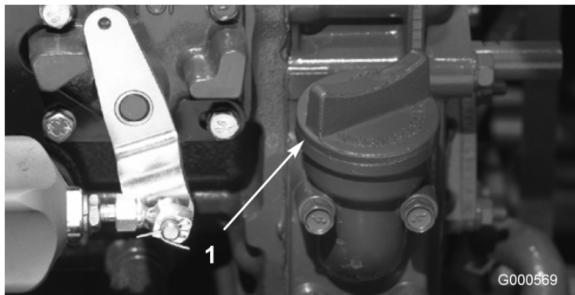

Figura 11
4. Se l'olio non raggiunge la tacca FULL, togliete il tappo di riempimento (Figura 11) e aggiungete olio finché il livello non raggiunge la tacca. **Non riempite troppo.**